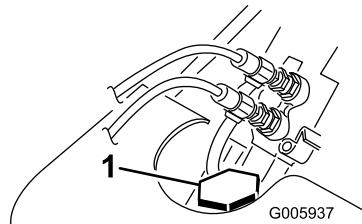

図 14
3. ラジエターの補給キャップを外し、冷却液の量を点検する (図 14)。